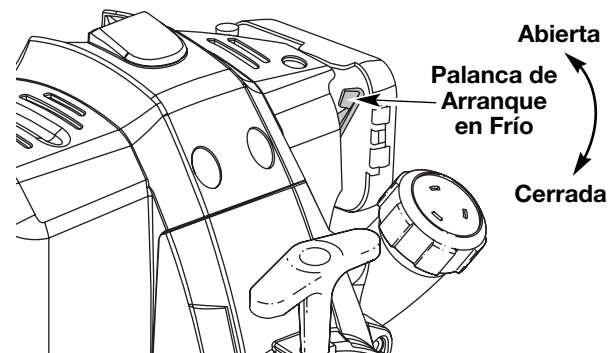

Fig. 11
**SI FRÍO...** Para condiciones de clima frío (inferior a 4°C/ 40°F), ponga la Palanca de Arranque en Frío (Fig. 11) en la posición de cerrada/encienda y proceda al paso 3. **NO** mueva esta palanca hacia abajo si la temperatura sobrepasa 4°C (40°F).